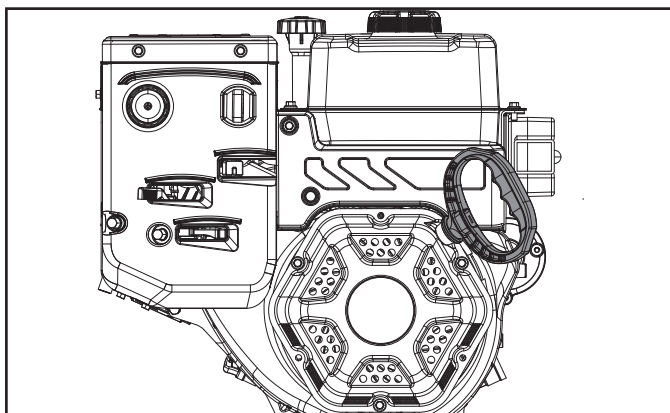

Figure 12
4. Tenez-vous à l'arrière de la machine, du côté droit, et tirez légèrement sur la poignée du démarreur jusqu'à ce que vous sentiez une légère résistance, puis donnez un coup sec. Retournez doucement la poignée du démarreur. (figure 12)